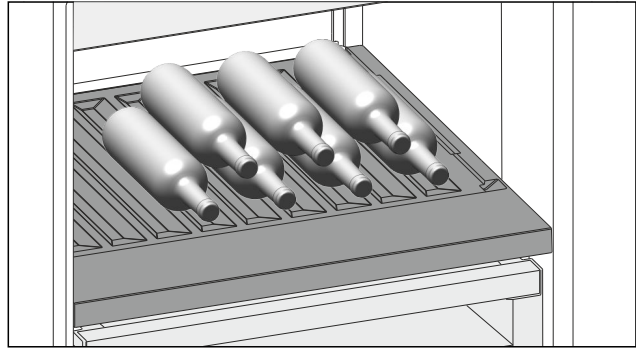

Fig. 123
- Şişeleri, tabanları arkaya, arka panele gelecek şekilde yerleştirin. (bkz. Fig. 123)